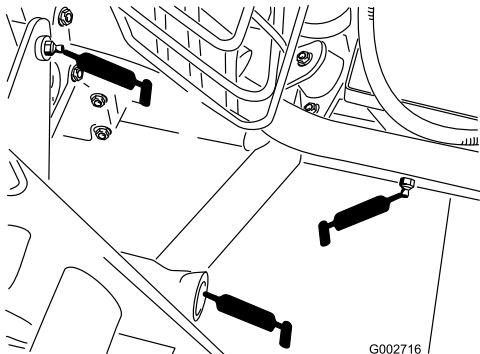

Figura 25
- Enganche trasero (5) (Figura 25)